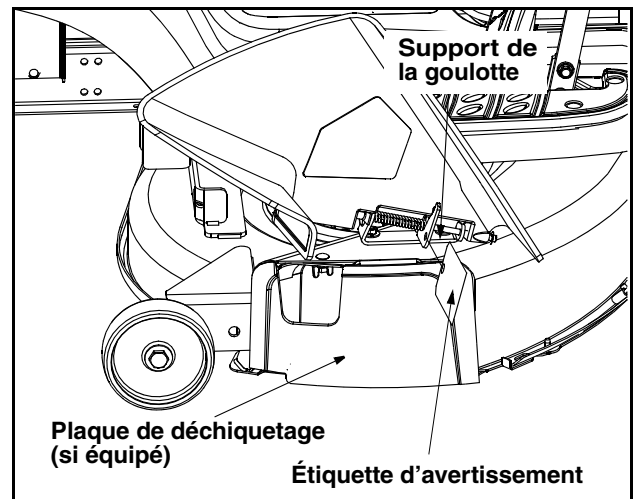

Figure 4
- Repérez le support de la goulotte d'éjection et son étiquette d'avertissement sur la droite de la tondeuse, entre la goulotte d'éjection et le plateau de coupe. Voir la Figure 4.